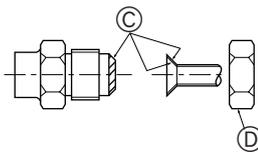

Fig. 4-1
- (A) (Fig. 4-1)
- (B) (Fig. 4-1)
4.2. Rohranschlüsse (Fig. 4-1)
- Vor dem Anziehen der Konusmutter eine dünne Schicht Kältemittel-Öl auf das Rohr und auf die Oberfläche des Sitzes an der Nahtstelle auftragen. (A)
- Mit zwei Schraubenschlüsseln die Rohrleitungsanschlüsse fest anziehen. (B)
- Tragen Sie Kältemaschinenöl auf die gesamte Konusauflagefläche auf. (C)
- Die Konusmuttern für die nachstehende Rohrgröße verwenden. (D)